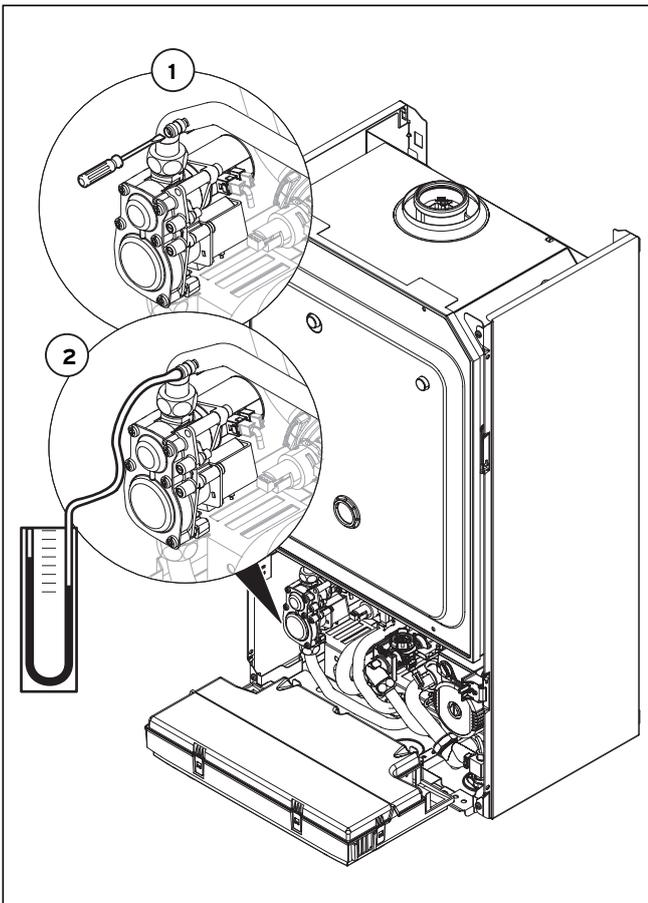

Fig. 6.5 Comprobar la carga nominal
- Aflojar el tornillo de obturación en la valvulería del gas (1 en fig. 6.5).
- Aflojar el tornillo de obturación en la valvulería del gas (**1** en fig. 6.5).
- Conectar un manómetro digital o de tubo en U (**2** en fig. 6.5).